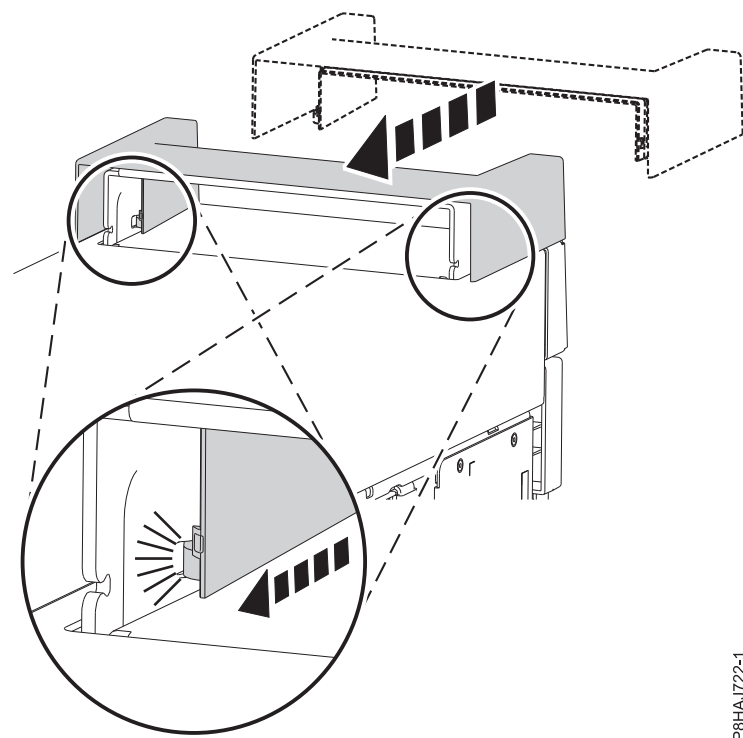

Figure 33. Mise en place de la poignée sur un système autonome 8286-41A
1. Fixez la poignée à la station d'accueil RDX interne (FC EUA3) en la faisant coulisser vers l'arrière du système. Voir figure 33.